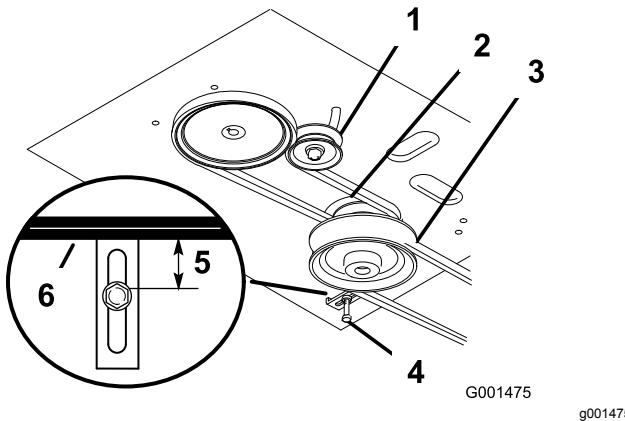

Figura 43
8. Compruebe que la guía de la correa, situada debajo del bastidor del motor, está ajustada correctamente (Figura 43).
**Nota:** La distancia entre la guía de la correa y la correa del cortacésped debe ser de 19 mm (3/4") cuando la correa del cortacésped está engranada (Figura 43). Ajuste la correa del cortacésped si es necesario. La correa no debe rozar ni salirse de la polea si las guías y la tensión de la correa están correctamente ajustadas.